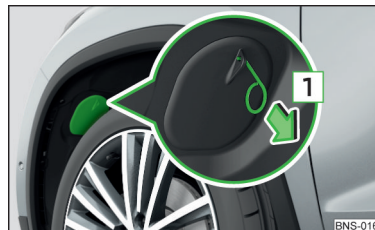

Fig. 375
- Aduceți roțile din față într-o poziție care să vă permită accesul la apărătoarea respectivă » fig. 375.
- Introduceți capacul și presăți-l în deschiderea aferentă » fig. 375. Capacul trebuie să se fixeze bine.